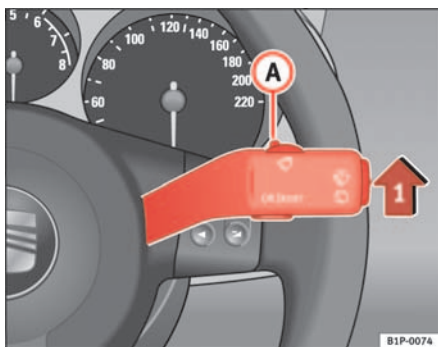

Fig. 65 Palanca del limpiaparabrisas
- Mueva la palanca del limpiaparabrisas hasta la posición **1** ⇒ fig. 65